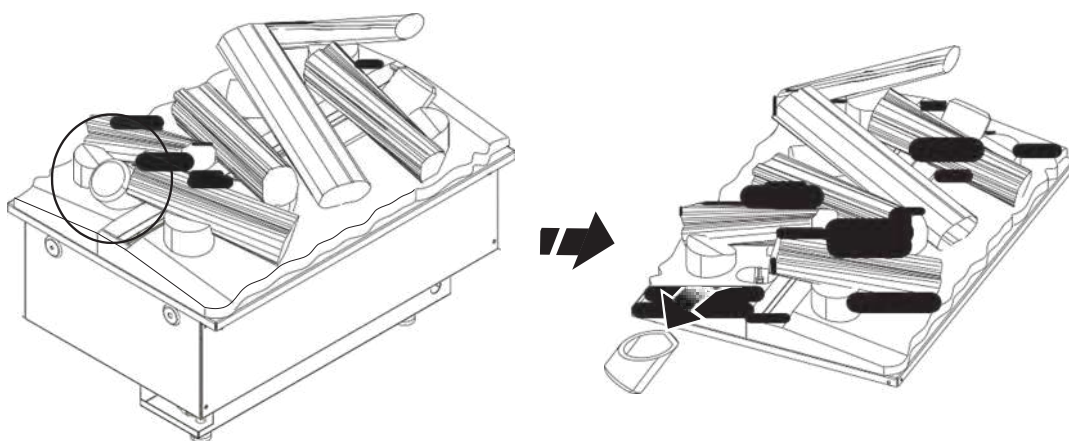

Рис.15
3. Как только топочная корзина будет установлена, снимите небольшое незакрепленное полено (рис. 15). Это полено закреплено магнитами и должно легко извлекаться из топочной корзины.